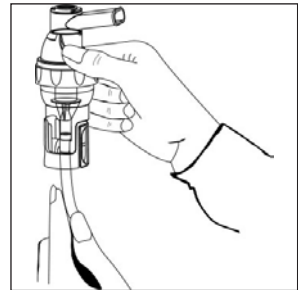

Figure 5
9. Attacher le tube au connecteur d'admission d'air du nébuliseur **Figure 5**.
10. Mettre l'interrupteur principal sur la position de marche (On) (I) pour démarrer le compresseur.